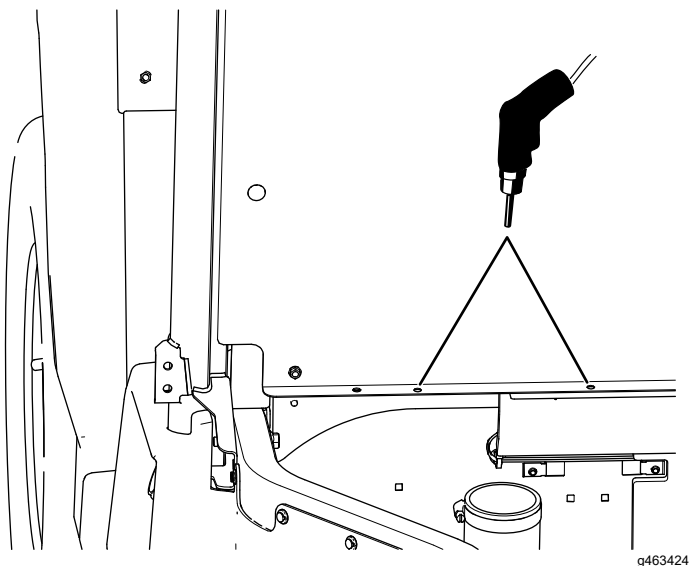

Figura 26
- D. Mueva la campana de admisión de CVT y realice los 2 taladros ($11/32"$) en el panel de los asientos (Figura 26).